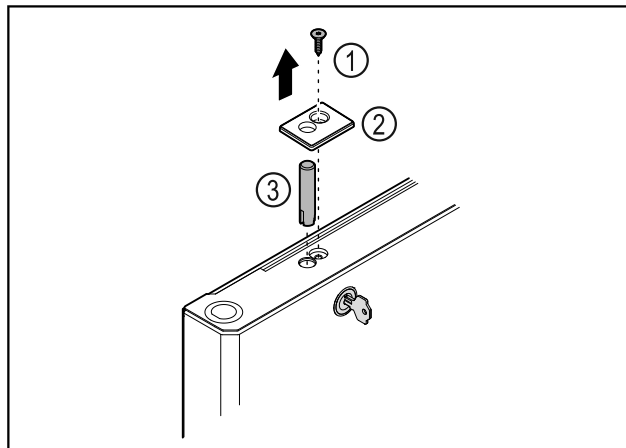

Fig. 38
- ▶ Odvrnite vijak Fig. 38 (1).
- ▶ Odvojite poklopac Fig. 38 (2) malim odvijačem i skinite ga.
- ▶ Izvucite svornjak brave Fig. 38 (3).